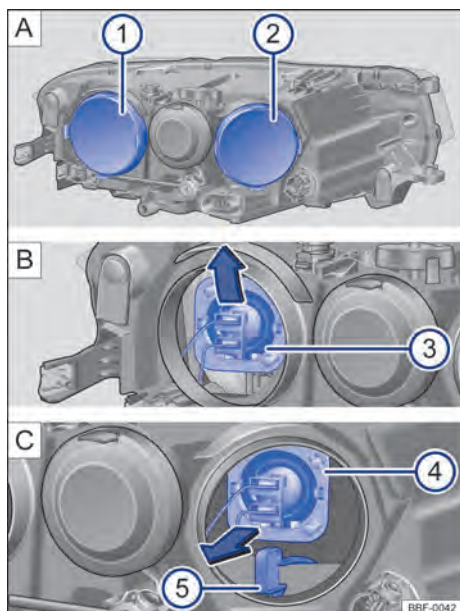

Fig. 187 No compartimento do motor: ❶ farol baixo e ❷ farol alto e luz de posição.
- ❶ Observar a lista de controle e executar as ações → Página 250.
- ❷ Abrir a tampa do compartimento do motor ⚠️ → Página 268.
❸ Remover a respectiva cobertura de borracha → Fig. 187 | A | ❶ e ❷ na parte traseira do farol.
❹ **Farol baixo:** pressionar a lâmpada incandescente pelo soquete para baixo até desencaixá-la → Fig. 187 ❸. Retirar a lâmpada incandescente puxando-a para trás.
Farol alto: pressionar a lâmpada incandescente pelo soquete para cima até desencaixá-la → Fig. 187 ❹. Retirar a lâmpada incandescente puxando-a para trás.
Indicadores de direção: retirar o suporte da lâmpada com a lâmpada incandescente, puxando-o para trás → Fig. 187 ❸.
❺ Substituir a lâmpada incandescente queimada por uma lâmpada incandescente nova do mesmo modelo.
❻ **Farol baixo:** encaixar a lâmpada incandescente com o conector na abertura do farol e pressionar para dentro até que se trave firmemente → Fig. 187 ❸. O ressalto da lâmpada incandescente deve estar voltado para cima e ser montado no encaixe do refletor do farol.
Farol alto: encaixar a lâmpada incandescente com o conector na abertura do farol e pressionar para dentro até que se trave firmemente → Fig. 187 ❹. O ressalto da lâmpada incandescente deve estar voltado para baixo e ser montado no encaixe do refletor do farol.
Indicadores de direção: inserir o suporte da lâmpada com a lâmpada incandescente no farol até o batente → Fig. 187 ❸
- ❼ Instalar a respectiva cobertura de borracha
- ❽ Fechar a tampa do compartimento do motor → Página 268.
- ❾ Após a montagem da lâmpada nova, regular o fecho do farol.